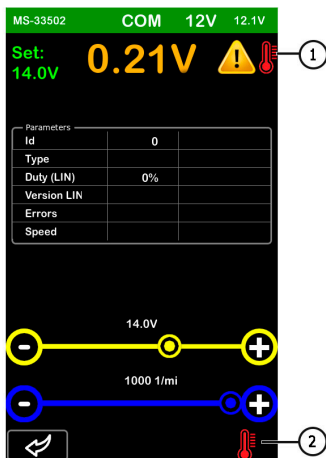

Рисунок 14
2. У разі перегріву регулятора напруги з'являться відповідні іконки (див. рис. 14).